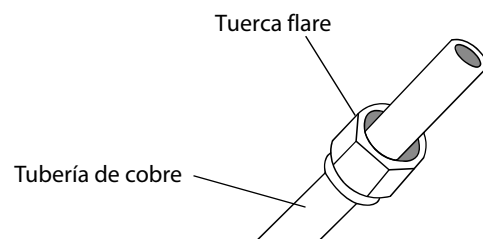

Fig. 7.3
3. Coloque la tuerca flare en ambos extremos de la tubería. Asegúrese que estén posicionados en la dirección correcta, porque una vez soldados (flaring) no se pueden colocar o cambiar de dirección. Ver Fig. 7.3